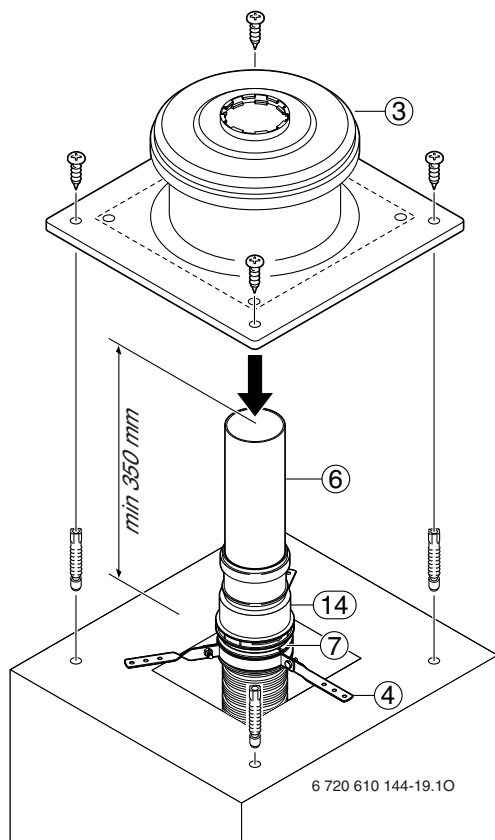

Bild 30
- ▶ Verlängerungsrohr (6) in Verbindungsstück mit Muffe (14) stecken. Es muss mindestens 350 mm über das Schachtende überstehen (Bild 30).
- ▶ Schachtabdeckung (3) mit beiliegenden Schrauben und Dübeln montieren.